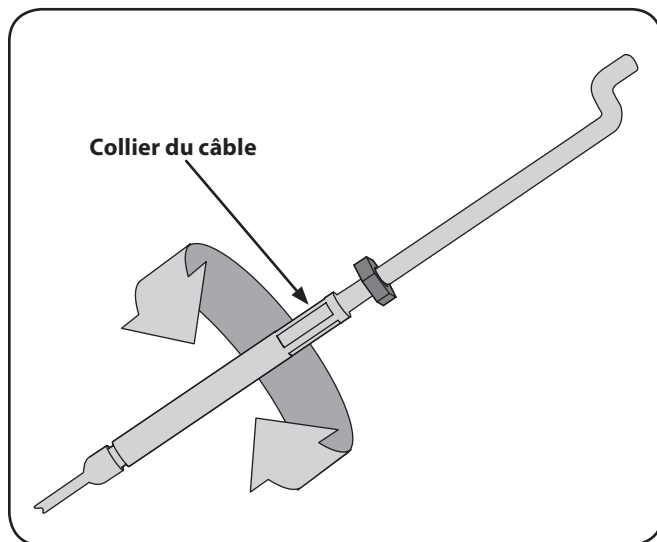

Fig. 6-3
3. Faites faire un ou deux tours au collier du câble pour accroître ou diminuer la tension de celui-ci. Voir la Fig. 6-3.